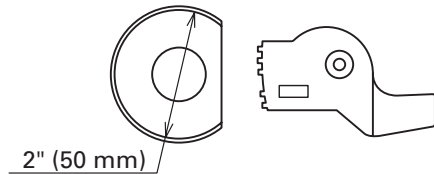

Fig. 26
- (2) Juego de rodillo central (D 50) (Fig. 26) (N° de código 321446)